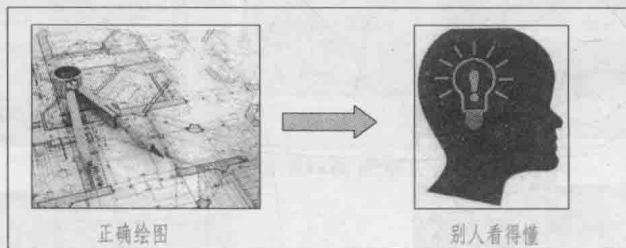

图 1-9 自己画的图别人能看得懂
(1) 正确绘图 即自己画的图别人能看得懂，如图 1-9 所示。